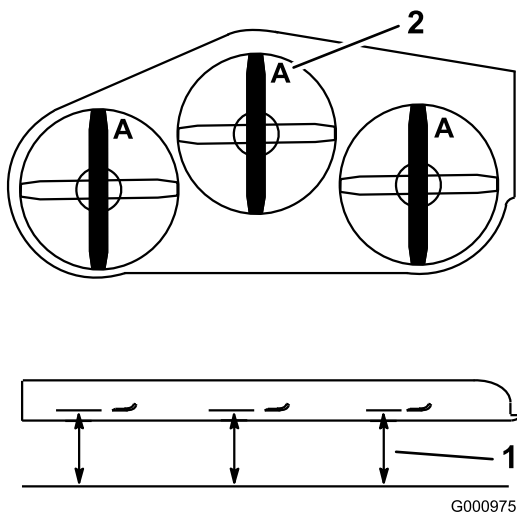

Figure 99
4. Mesurez la distance entre la surface plane et le tranchant (position A) des lames (Figure 99).